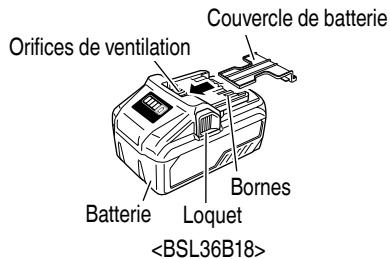

Fig. 6
- **Soit ranger le bloc de pile avec l'outil électrique ou de manière sécuritaire en l'enfonçant dans le couvercle jusqu'à ce que les orifices de ventilation soient dissimulés afin d'éviter les courts-circuits (Voir la Fig. 6).**